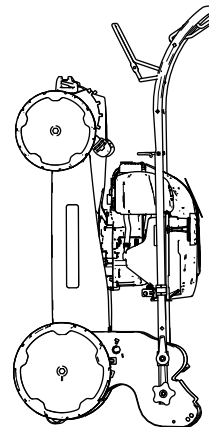

図 16
- ハンドルで機体の前部を持ち上げて格納場所へ運ぶ 図 16。